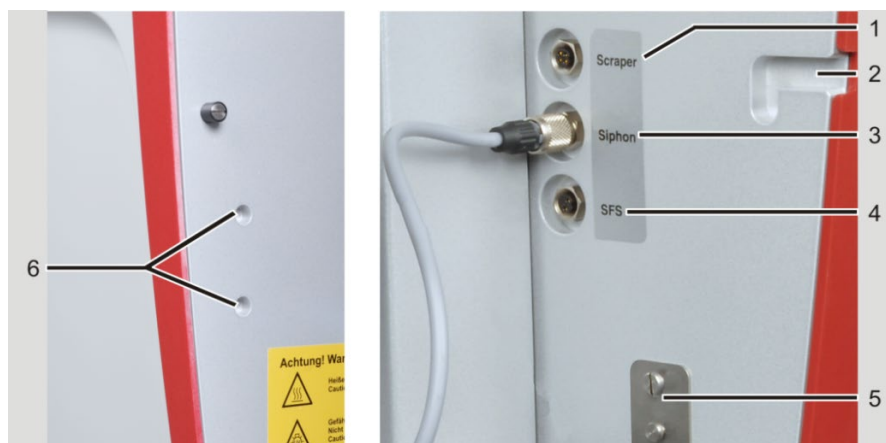

Fig. 40 Conexiones en las paredes del compartimento de muestras
7. Insertar el conector del sensor del sifón en la conexión de la pared derecha del compartimento de muestras (3 en Fig. 40 pág.67).
1. Enganchar el automuestreador en los alojamientos correspondientes del compartimento de muestras (2,6 en Fig. 40 pág.67).